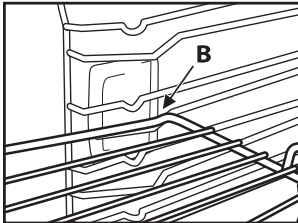

Fig. 2
2. Vrid gallret en aning när det når spärrläget "B" (Fig. 2).